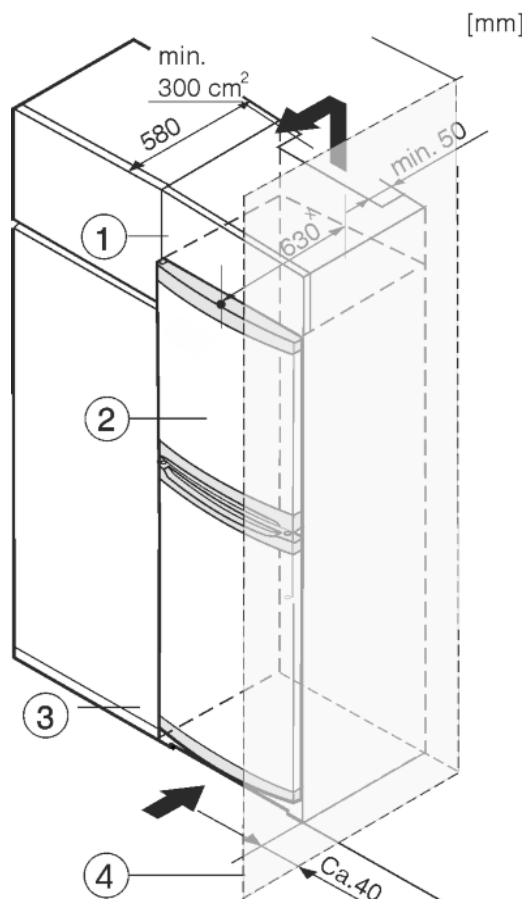

Fig. 8
- (1) Mobile da appoggio
- (2) Apparecchio
- (3) Mobile da cucina
- (4) Parete
L'apparecchio può essere incassato in mobili da cucina. Per adattare l'apparecchio Fig. 8 (2) all'altezza della cucina componibile, è possibile applicare sopra l'apparecchio un mobile da appoggio Fig. 8 (1).
Si la cocina posee armarios (profundidad máx. 580 mm), el aparato se puede colocar directamente junto al armario de cocina Fig. 8 (3). El aparato sobresale 34 mm * por los lados y 50 mm * en el centro del aparato respecto al frente del armario de cocina.
Se l'apparecchio con cerniere viene installato accanto ad una parete Fig. 8 (4), la distanza minima fra l'apparecchio e la parete deve essere almeno di 40 mm, che corrisponde alla sporgenza della maniglia con la porta aperta.